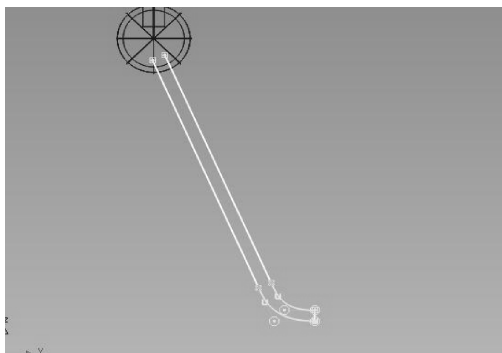
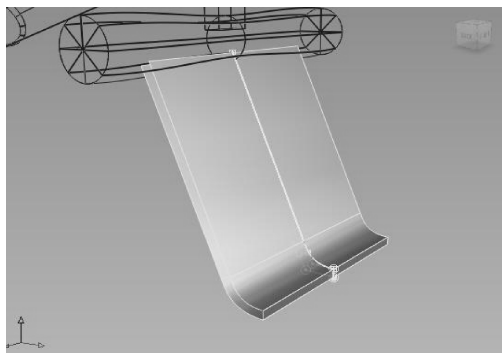
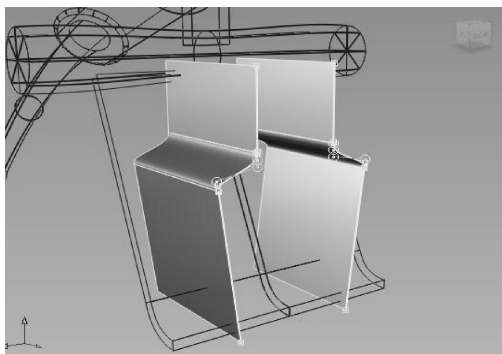
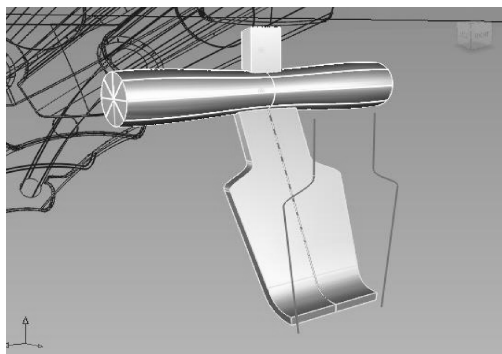

图 10-94 生成截面曲线
图 10-95 生成曲面
图 10-96 创建修剪曲面
图 10-97 修剪曲面得到牌照挂架
- 10 选择【Edit Point Curve】工具，生成如图 10-94 所示截面曲线，选择生成的曲线，然后选择【Draft/flange】工具，生成如图 10-95 所示曲面，切换到后视窗，利用同样的方法生成如图 10-96 所示曲面，最后利用【Intersect】工具和【Trim】工具修剪曲面，如图 10-97 所示。